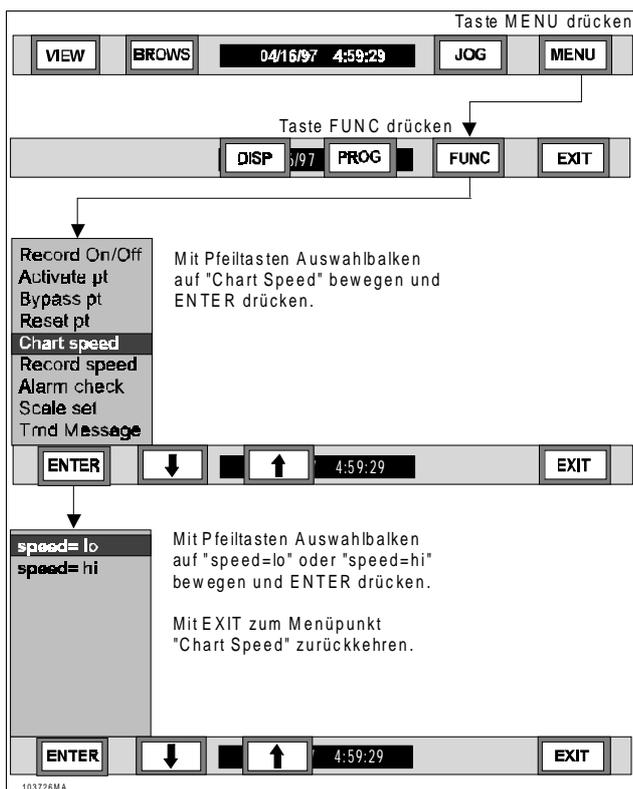

Bild 3-36 Ablaufdiagramm Vorschub umschalten
E. Vorschub - Der Menüpunkt "Chart Speed" erlaubt die Auswahl zwischen schnellem und langsamem Vorschub. Beide Größen können im Parametrieremenü, Untermenü "Chart/Pens - Speed" ("Schrieb/Schreibfeder – Vorschub"; siehe Kapitel 4) bestimmt werden; die Werkseinstellung beträgt jeweils 150 cm/h. Wenn der Vorschub umgeschaltet wird, erscheinen auf der linken Bildschirmseite der neue Vorschub und die Uhrzeit. Zum Umschalten des Vorschubs siehe Bild 3-36 und die folgenden Anweisungsschritte: